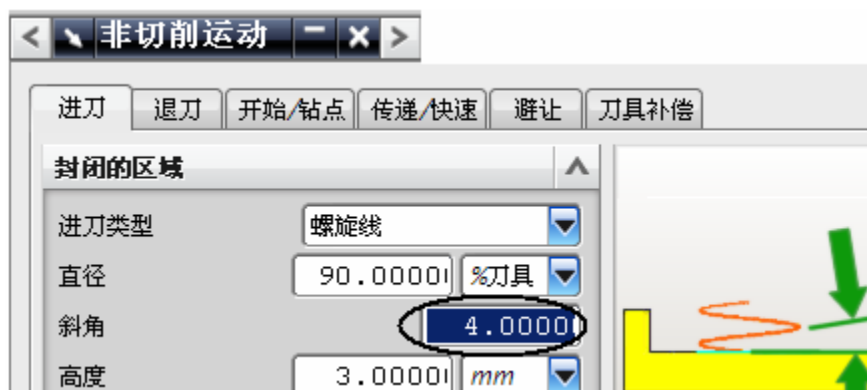

图 5-22
- 在操作对话框中，单击 ，系统显示自动定义的切范围，如图 5-22 所示。